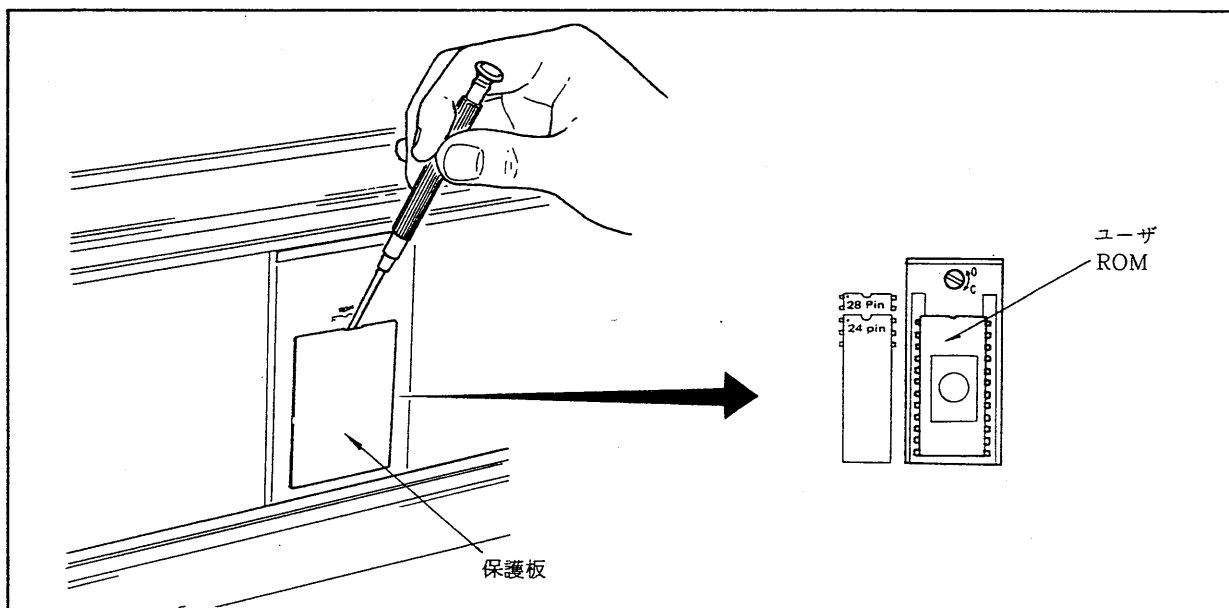

図 6.4.2 サイド・パネルの保護板と ROM の取外し
(1) ユーザ ROM の引き抜き
- b) サイド・パネルの保護板を外すと、ユーザ ROM が装着されています (図 6.4.2)。
- c) ROM ソケットの ROM ロック部を、小形マイナス・ドライバで反時計方向に 1/4 回転させます (図 6.4.2)。